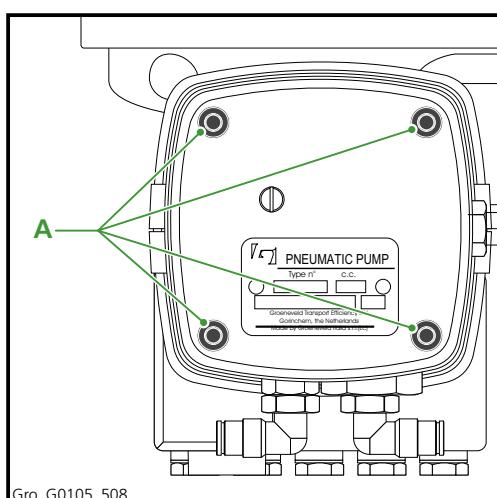

Fig 5.9 Viti di montaggio
1. Rimuovere le 4 viti di montaggio dalla calotta di protezione del contatore di frenate utilizzando un'apposita chiave a brugola (Fig 5.9).
5. Ricollocare in sede la calotta di protezione. Verificare il corretto posizionamento della guarnizione. Bloccare quindi la calotta serrando le 4 viti a brugola (Fig 5.9).
1. Rimuovere le 4 viti di montaggio dalla calotta di protezione del timer utilizzando un'apposita chiave a brugola (Fig 5.9).
1. Rimuovere le viti di montaggio dalla calotta di protezione del timer utilizzando un'apposita chiave a brugola (Fig 5.9).